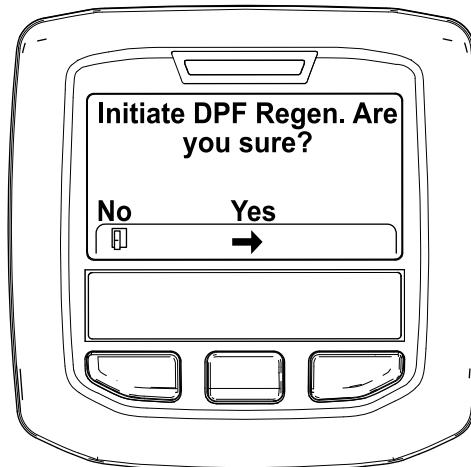

Figura 50
- Quando viene visualizzato il messaggio "Initiate DPF Regen. Are you sure?" (Inizializzare Rigen. FAP?) premete il pulsante centrale (Figura 50).